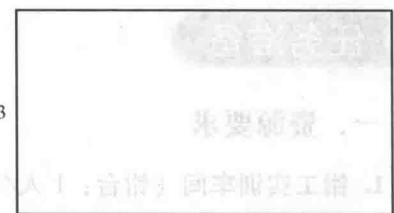

图 1-4 长方形各加工面
- 1) 长方形各加工面如图 1-4 所示，其加工顺序为：1—2—3—4。